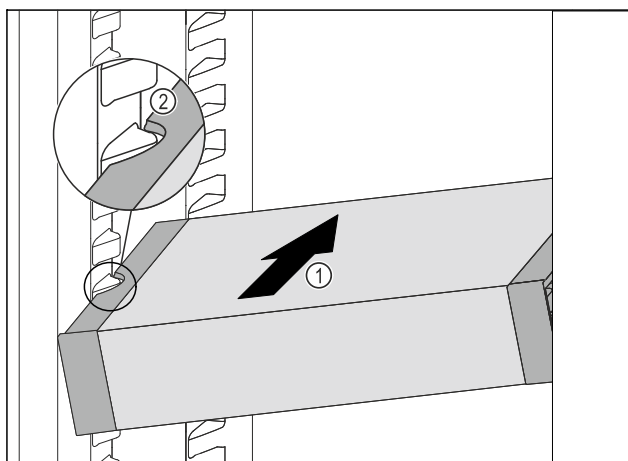

Fig. 176
- Zasuňte VarioSafe do chladničky pod úhlem tak Fig. 176 (1), aby vybrání na bocích Fig. 176 (2) VarioSafe byla na úrovni žebrování na nádoby v chladničce.